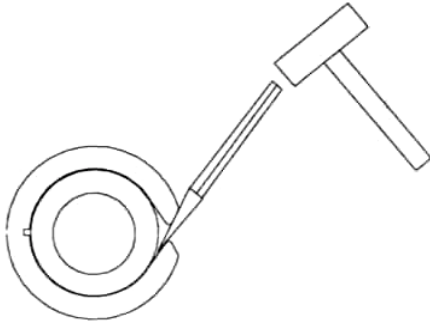

图 7
4.2.2.4 耐磨环都开有槽，以便于上进行在位拆除。将一把窄凿插在螺栓和耐磨环之间，如图 7 所示，插入并撬动耐磨环，直至碎裂，再将它从螺栓清除，重复相同步骤，对剩下的耐磨环进行整套拆除。